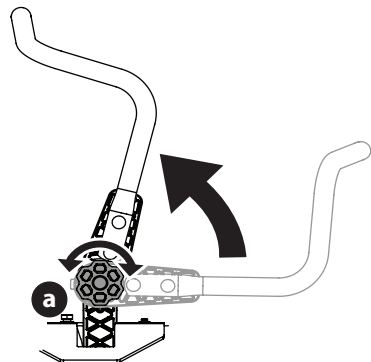

Figure 13
1. Tournez le bouton (a) vers la gauche pour le desserrer (Figure 13).
3. Tournez le bouton vers la droite pour fixer la barre de conduite (Figure 13 à la page 85).